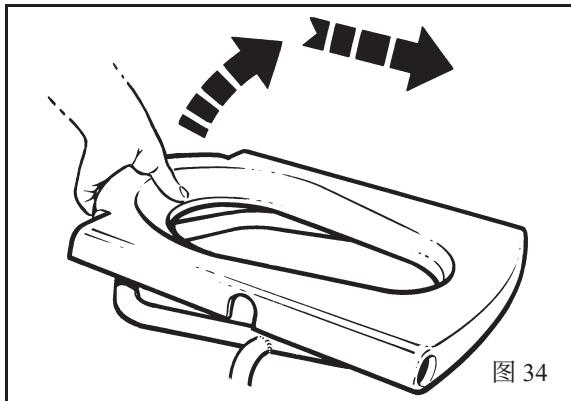

图 34
2. 向前短距离滑动座椅，直至离开椅架管，然后移离。（见图 34）